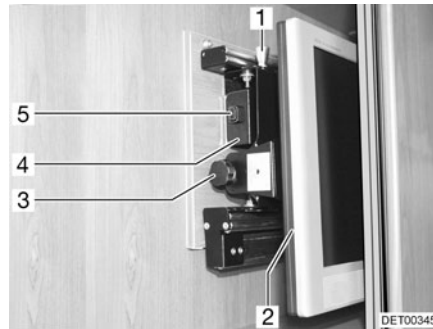

Fig. 82 Armario de TV
- Presionar el botón de desbloqueo (Fig. 82,5) y tirar el soporte para la pantalla plana hacia adelante hasta el tope agarrándolo del tirador (Fig. 82,4).
- Tirar del botón de desbloqueo (Fig. 82,1) y girar la pantalla plana (Fig. 82,2) a la posición deseada.
- Aflojar el tornillo moleteado (Fig. 82,3).